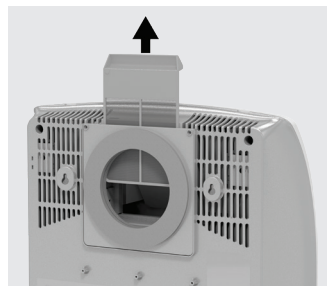

Рисунок 17
2. Извлеките фильтр грубой очистки из прибора (рис. 17).